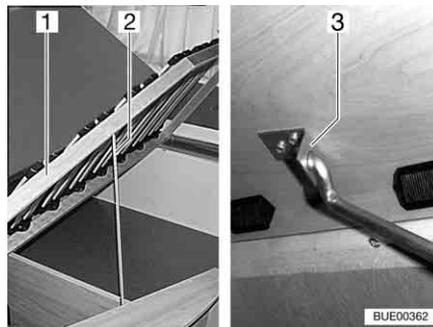

Bild 81 Festes Bett
- Lattenrost (Bild 81,1) anheben, Stange (Bild 81,2) aus Verankerung lösen und in Loch der Halterung (Bild 81,3) einstecken.
- Lattenrost (Bild 81,1) anheben, Stange (Bild 81,2) aus Halterung (Bild 81,3) lösen und in Verankerung einklemmen.